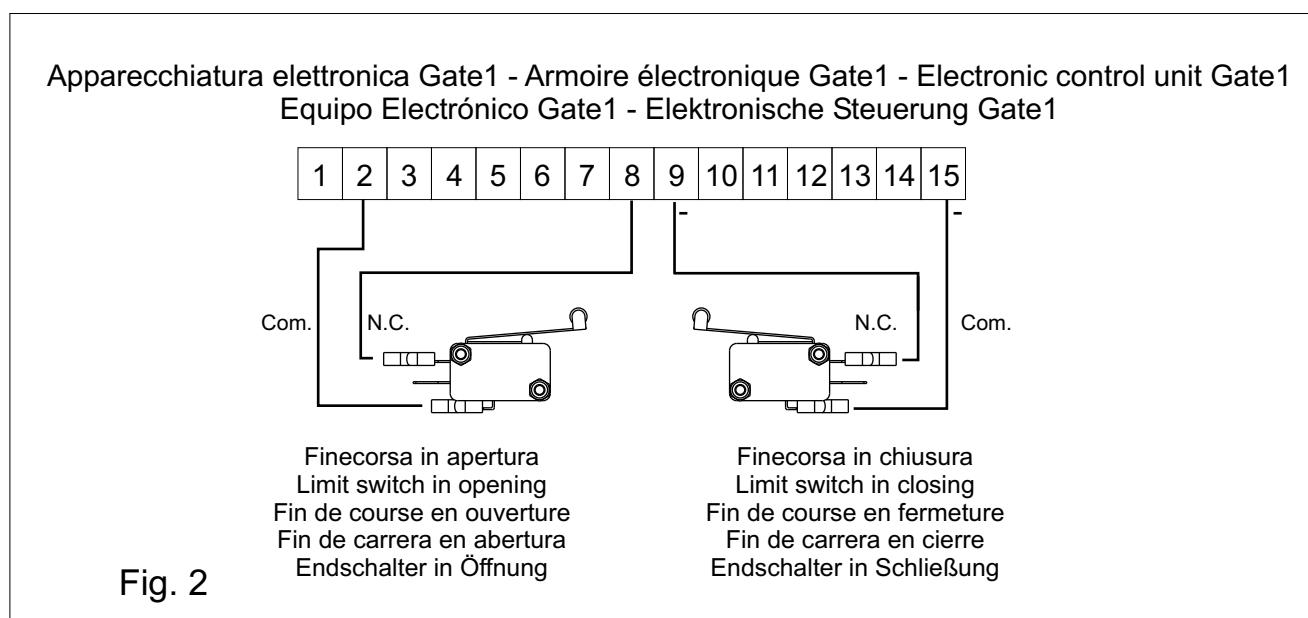

Fig. 2
- Ad installazione avvenuta, procedere al collegamento elettrico dai finecorsa alla centralina di comando (Fig. 2)
- After the installation, proceed to the electric connection from the limit switches to the control unit (Fig.2)
- Despues de la instalación, proceder a la conexión eléctrica desde los fin de carreras hasta la centralita de control (Fig. 2)
- Nach erfolgter Installierung die elektrischen Verbindung der Endschalter mit der Steuerung durchführen (Abb.2).
- A installation avenue, procéder à la connexion électriques des fin de course à l'armoire électronique (Fig. 2)